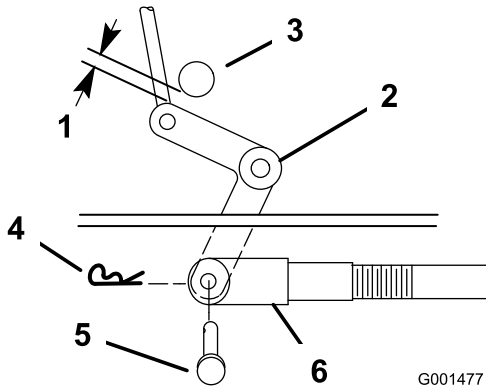
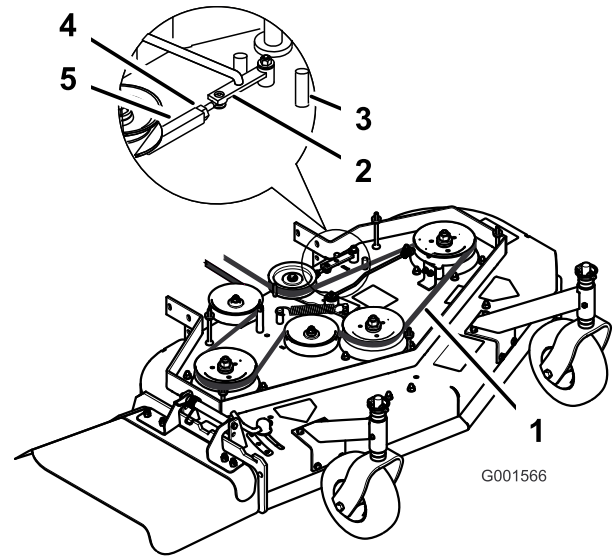

Figure 41
Figure 42
Remarque: La tension correcte de la courroie du tablier de coupe se situe entre 44 à 67 N·m (10 à 15 pi-lb) avec une flèche de 13 mm ($\frac{1}{2}$ po) à mi-chemin entre les poulies (Figure 42).
9. Vérifiez l'écartement entre le levier coudé et l'arbre de sortie de transmission (Figure 41).
10. Enlevez la goupille fendue et l'axe de chape du levier coudé (Figure 41).
11. Tournez la chape dans le sens horaire sur la tige pour accroître l'écartement, et dans le sens antihoraire pour le réduire (Figure 41).
Remarque: Si le bras d'assistance ne touche pas la butée avant du tablier de coupe (Figure 42), réglez la chape de sorte à rapprocher le levier coudé de l'arbre de sortie de transmission (Figure 41).